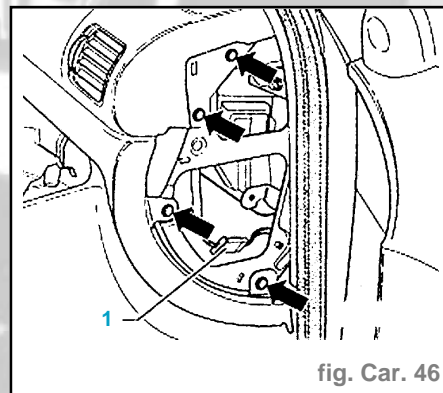

fig. Car. 46
- Retirer avec précaution l'éclaireur du vide-poches côté passager avant (1) en faisant levier à l'aide d'un tournevis, en commençant par le haut, et débrancher le connecteur (2).
- Dévisser les vis à six pans (flèches) (fig. Car. 46).
- Débrancher le connecteur (1).